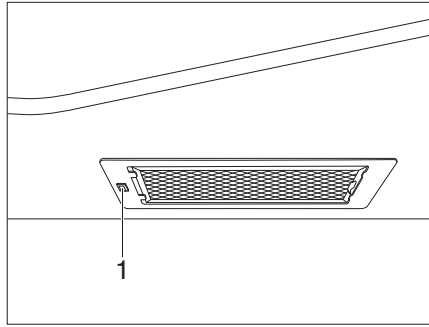

Fig. 313 Campana
- Conectar y desconectar la campana con el interruptor (Fig. 313,1).